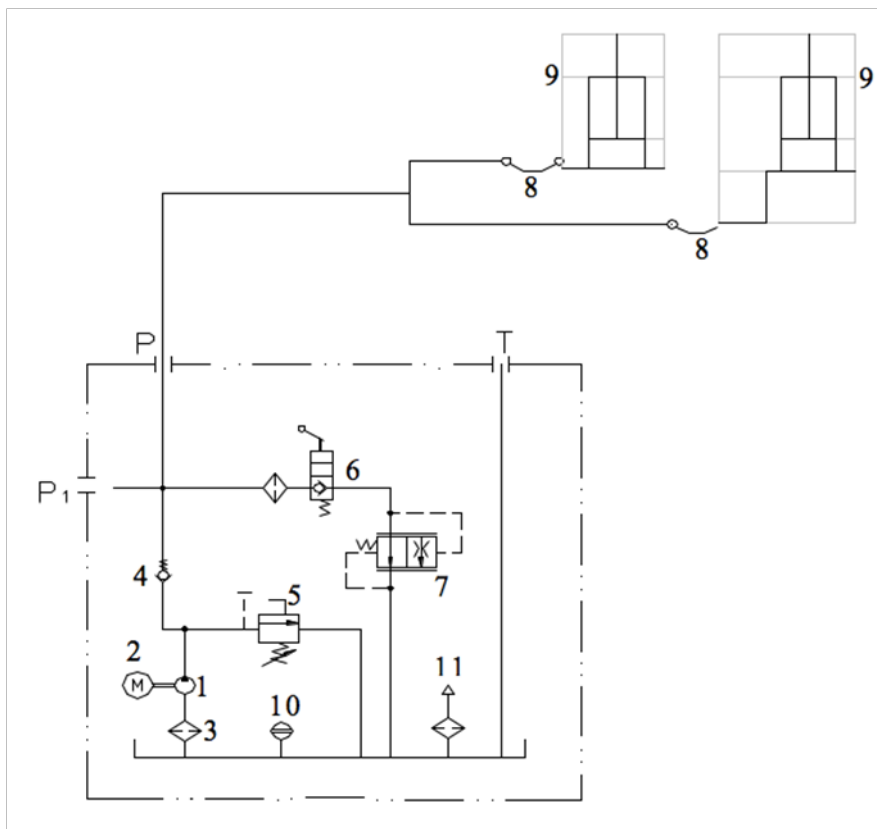

Fig. 3
Como se muestra en la Fig. 3, cuando se presiona el botón de arranque, se pone en marcha el motor (2), accionando la bomba de aceite (1), aspirando el aceite hidráulico del depósito de aceite al cilindro de aceite (9), forzando el movimiento del vástago de pistón. En este momento, la válvula de seguridad (5) está cerrada (la presión de trabajo máxima ya está ajustada antes de la salida) La válvula de seguridad puede asegurar la capacidad de la carga normal, pero cuando la presión en el sistema excede el límite, ocurrió dentro de la válvula de seguridad para proteger el sistema hidráulico).